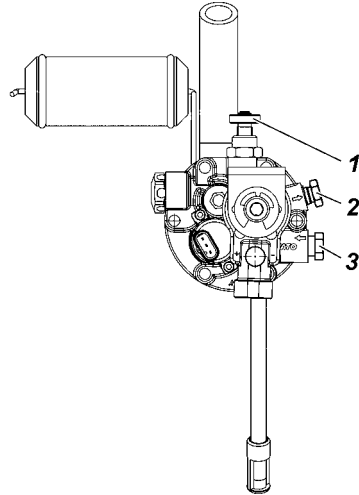

Рис. 18. Мультиклапан газового баллона:
Мультиклапан (рис. 18) устанавливается на газовом баллоне автомобиля и имеет ряд предохранительных устройств:
- плавно откройте расходный вентиль 1 (рис. 18) на мультиклапане баллона (или убедитесь в том, что он открыт);